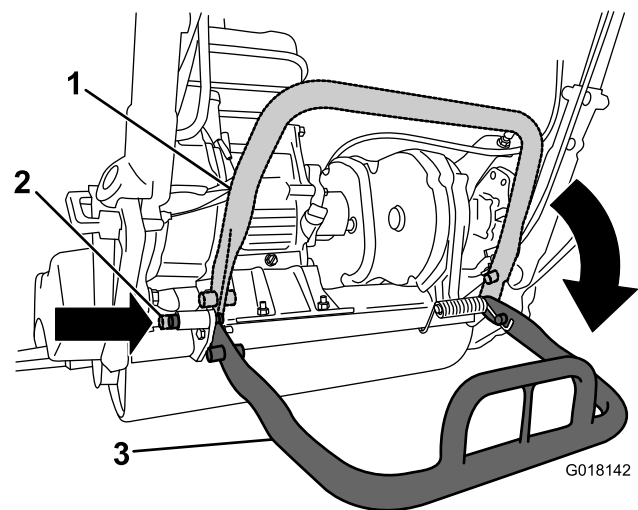

Figura 21
- Per evitare il ribaltamento all'indietro dell'unità durante la rimozione del cilindro, abbassate il cavalletto e premete il perno di bloccaggio per bloccare il cavalletto in posizione di servizio (Figura 21).